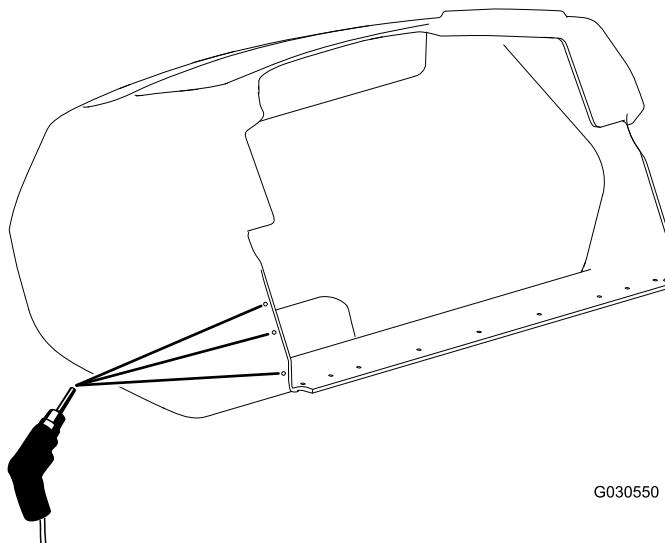

Figura 2
3. Usando una broca de 5/32", perfore los 3 taladros marcados en cada lado del recogedor (Figura 2).